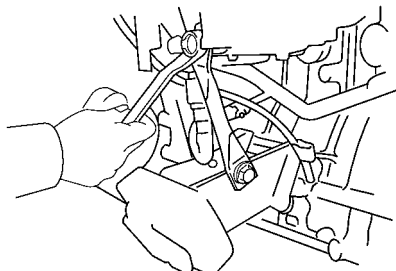

图 1-74 安装进气歧管支承
(7) 将 1 号冷却液旁通软管接到歧管恒温器上。
(8) 安装进气歧管支承。用两个螺钉安装进气歧管支承，如图 1-74 所示。